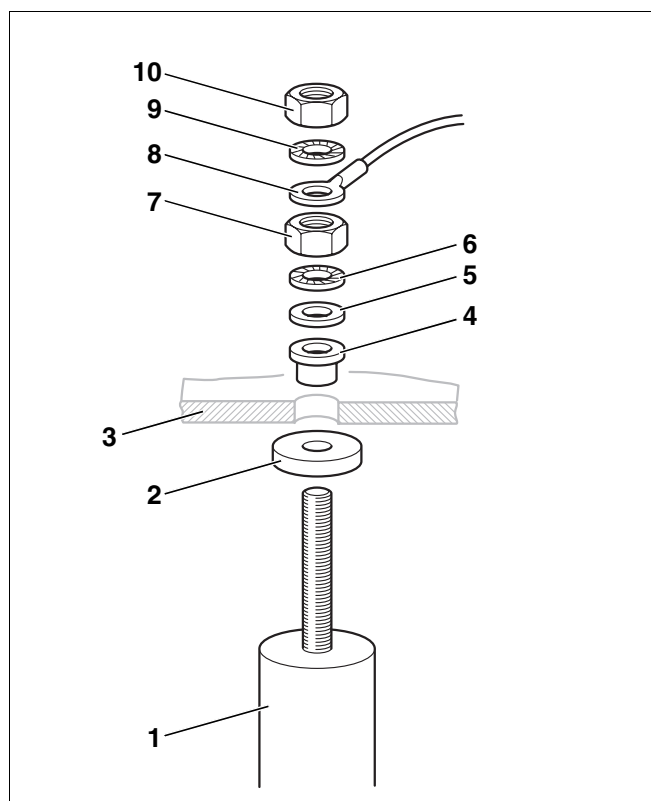

Abb. 15 Magnesiumanode austauschen
- Magnesiumanode (Abb. 15, **Pos. 1**) auf Anodenabbau prüfen. Tauschen Sie die Magnesiumanode aus, wenn der Durchmesser auf ca. 15 – 10 mm reduziert ist.
- Mutter M8 (Abb. 15, **Pos. 10**) abschrauben, um die Ringöse des Massenanschlusskabels (Abb. 15, **Pos. 8**) zu lösen.
- Mutter M8 (Abb. 15, **Pos. 7**) abschrauben.
- Handlochdeckel (Abb. 15, **Pos. 3**) von der Magnesiumanode (Abb. 15, **Pos. 1**) abnehmen.
- Neue Magnesiumanode mit den mitgelieferten Klein-teilen montieren, wie in Abbildung 15 dargestellt.